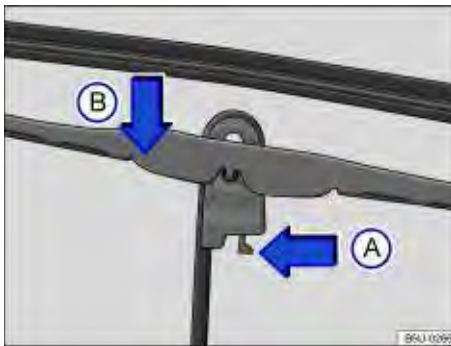

Fig. 132 Substituir as palhetas dos limpadores do para-brisa.
- Colocar a palheta em uma posição perpendicular em relação ao braço ⇒ Fig. 132.
- Apertar a trava de segurança no sentido da seta (A).
- Desencaixar a palheta no sentido da seta (B), deslocar no sentido oposto ao braço do limpador e remover no sentido oposto ao da seta (B).